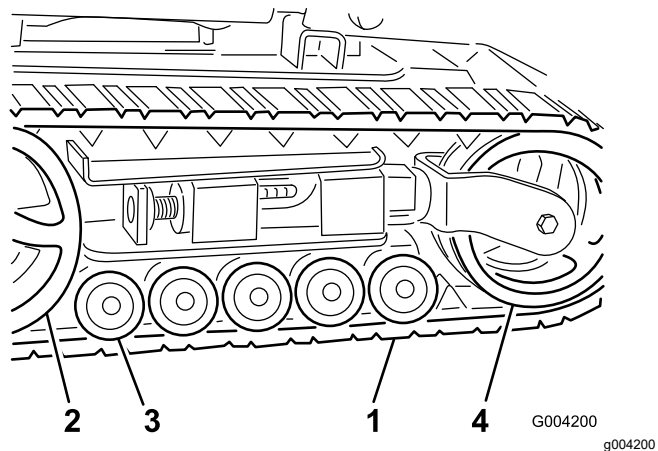

図 45
**重要** ロードホイール、テンションホイール、駆動スプロケットも完全に洗浄してください 図 45。洗浄されているロードホイールは自由に回転します。